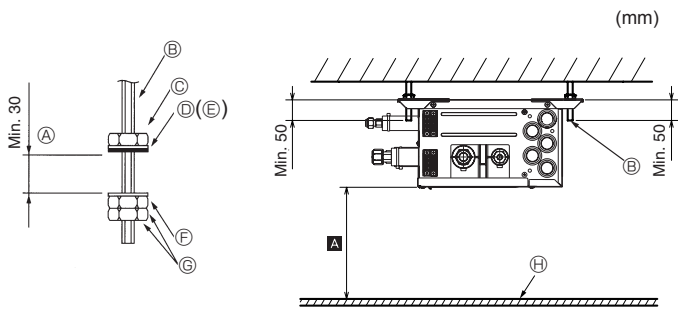

Fig. 6-1
- (2) Fixer les rondelles et les écrous (①, ②, à acheter localement) sur les boulons de suspension. (Fig. 6-1)
- (3) Accrocher l'appareil sur les boulons de suspension.
- (4) Serrer correctement les écrous (vérifier la hauteur de plafond).
- (5) Utiliser un niveau pour ajuster le boîtier de dérivation à l'horizontale.
- ① Une fois l'appareil suspendu et les écrous correctement fixés
- ② Boulon de suspension
- ③ Écrou
- ④ Rondelle (avec amortisseur)
- ⑤ Vérifier que le plan de joint des matrices est orienté vers le bas
- ⑥ Rondelle (sans amortisseur)
- ⑦ Ecrou (à acheter localement)